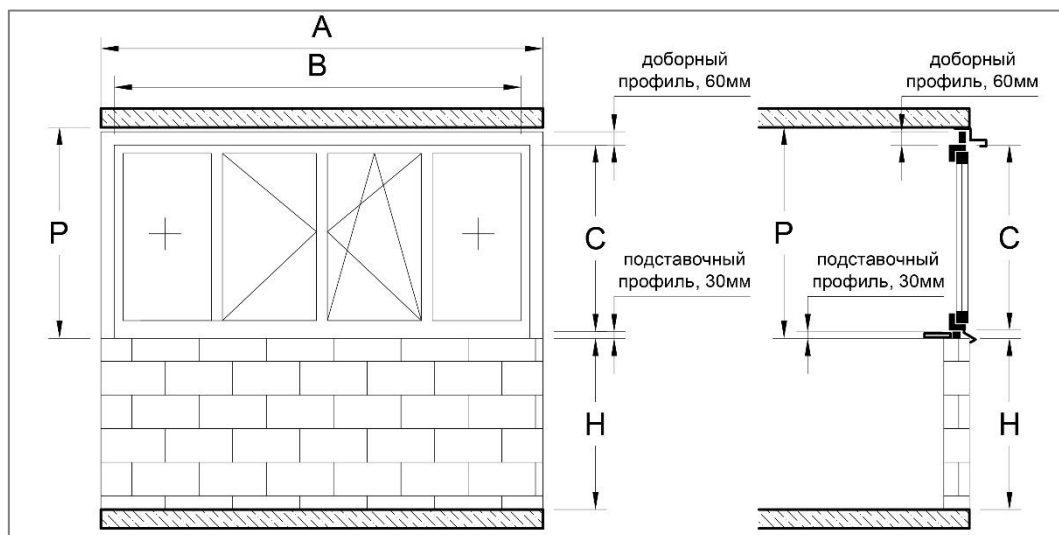

Рис. 5
4.2. Определяем размеры оконного блока (рис. 5)